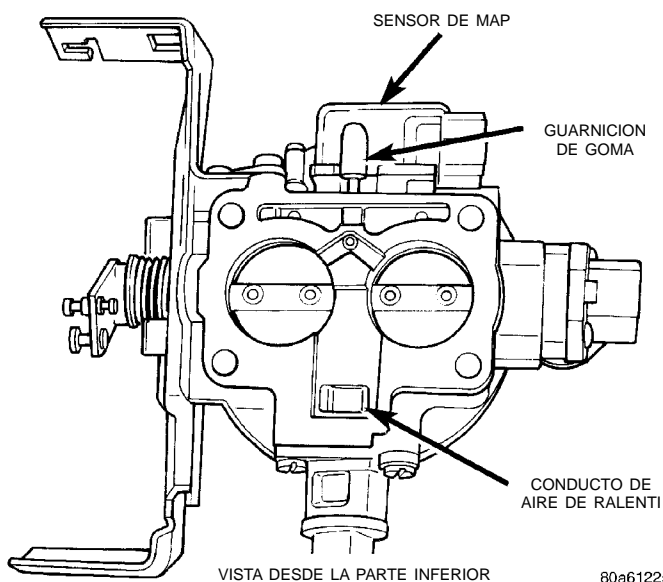

Fig. 48 Guarnición de goma en forma de L—Del sensor de MAP al cuerpo de mariposa
(1) Inspeccione la guarnición de goma en forma de L desde el sensor de MAP al cuerpo de mariposa (Fig. 48). Repare según sea necesario.